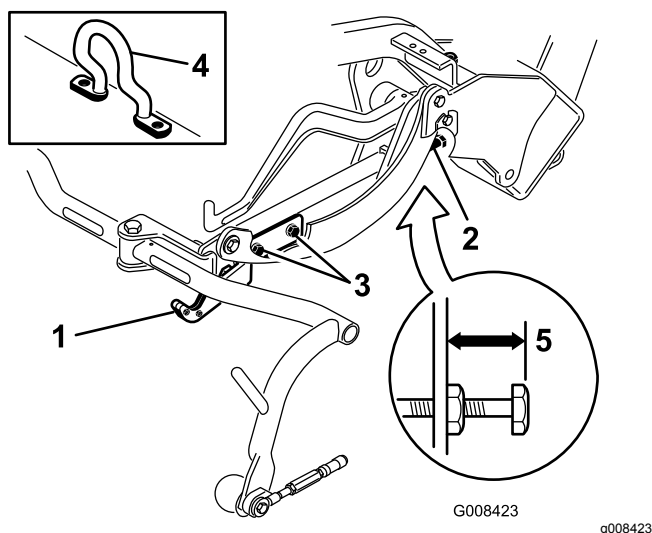
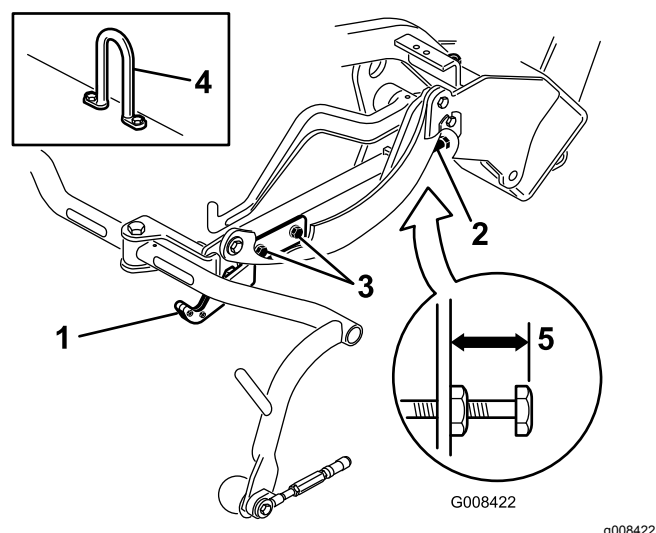
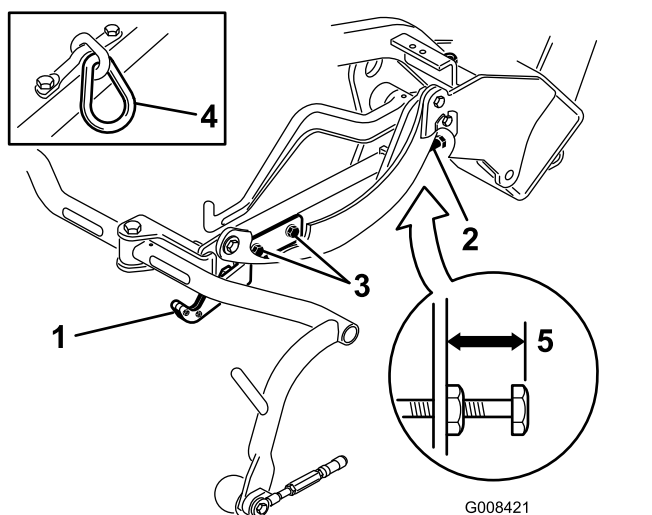

Bild 12
Bild 14
Bild 13
Prüfen Sie die Transporthöhe (Bild 13 und Bild 14) und stellen Sie diese ggf. ein.
2. An Schneideeinheiten, die einen Versatzhubhaben (Bild 12, Einsatz) müssen Sie darauf achten, dass der Abstand von der Oberkante der Einstellschraube am Trägerrahmen bis zur Rückseite des Trägerrahmens 25 mm beträgt. Sollte der Abstand nicht 25 mm sein, gehen Sie auf Schritt 4.
3. An Schneideinheiten, die ein Kettenglied oder einen geraden Hubhaken haben (**Bild 13** und **Bild 14**, Einsätze) müssen Sie darauf achten, dass der Abstand von der Oberkante der Einstellschraube am Trägerrahmen bis zur Rückseite des Trägerrahmens 22 mm beträgt. Sollte der Abstand nicht 22 mm sein, gehen Sie auf Schritt 4. Wenn die Schneideinheit mit einem Versatzhublenker (**Bild 12**) ausgestattet ist, gehen Sie auf den nächsten Schritt.
4. Lockern Sie die Befestigungsschrauben an der Transportplatte (**Bild 13**, **Bild 14** und **Bild 12**).
7. Wenn die Trägerrahmen nicht dieselbe Höhe aufweisen, lösen Sie die Klemmmutter an der Einstellschraube des Trägerrahmens (**Bild 12**, **Bild 13** und **Bild 14**). Drehen Sie die Schraube raus, um den Trägerrahmen anzuheben, oder drehen Sie die Schraube rein, um ihn abzusenken. Ziehen Sie die Klemmmutter wieder an, nachdem Sie die korrekte Höhe eingestellt haben.